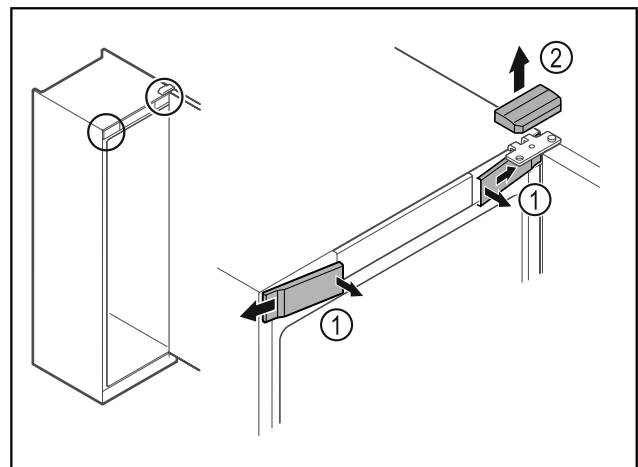

Fig. 6 *
- Vordere Abdeckungen Fig. 6 (1) innen ausrasten und zur Seite abnehmen.*
- Obere Abdeckung Fig. 6 (2) nach oben abnehmen.*